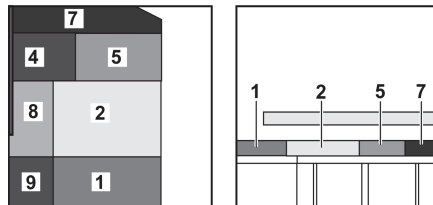

Fig. 175 Después de la transformación
- Colocar el cojín adicional (Fig. 175,7) en la mesa.
- Colocar los cojines adicionales (Fig. 175,4 y 5) detrás del cojín adicional sobre la mesa.
- Deslizar hacia adelante el cojín del asiento (Fig. 175,2).
- Colocar el cojín del respaldo (Fig. 175,1) entre el cojín del asiento y la pared dorsal.
- Colocar los cojines adicionales (Fig. 175,8, y 9) entre la pared lateral y los cojines sobre la mesa y el tablero.